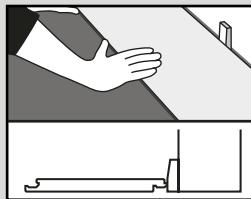

Fig. 1
- En commençant par une lame/dalle complète le long du mur, calculez le nombre de largeurs qu'il faudra pour atteindre l'autre bout de la pièce. Si cela signifie qu'il y aura une rangée de lames/dalles étroites le long du mur d'en face, découpez la première rangée en conséquence. Posez ce produit le côté languette/bord découpé face au mur. Posez des cales de 5 mm entre la lame/dalle et le mur (Figure 1).